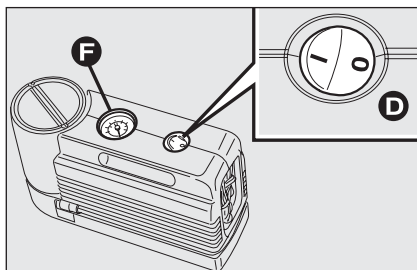
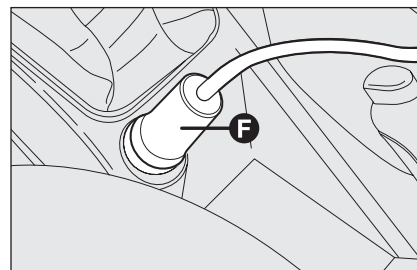

fig. 10
fig. 11
- vérifier que l'interrupteur **D - fig. 10** du compresseur soit en position **0** (éteint), mettre le moteur en marche, introduire la fiche **E - fig. 11** dans la prise de courant la plus proche et actionner le compresseur en mettant l'interrupteur **D - fig. 10** en position **I** (allumé). Gonfler le pneu à la pression indiquée au paragraphe « Pression de gonflage » du chapitre « Caractéristiques techniques ».
Pour plus de précision dans la lecture, il est préférable de vérifier la valeur de la pression sur le manomètre **F - fig. 10** avec le compresseur éteint ;